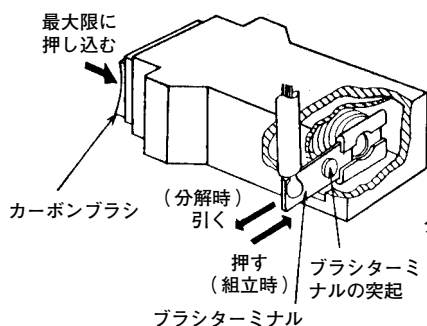
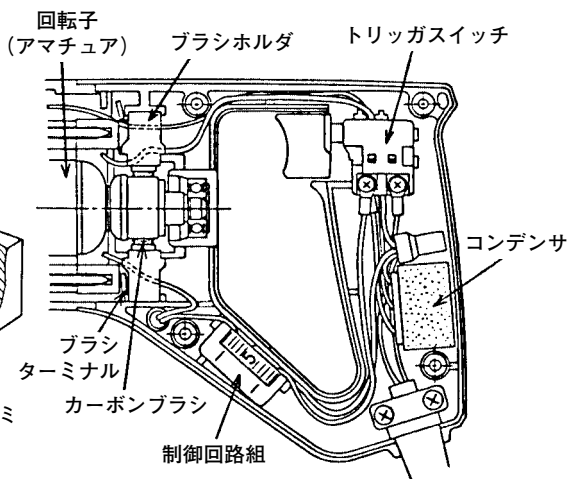

図 19
図 20
- (2) カーボンブラシを押さえながらブラシホルダをハウジングから抜き出します。このとき小さい⊖ドライバーなどでブラシホルダを持ち上げると抜き出しやすくなります。また、リード線を無理に引っ張ったり、傷をつけたりしないよう十分注意してください。
- (3) カーボンブラシをブラシホルダ内に最大限に押し込んだ状態でブラシターミナルをカーボンブラシから抜きます。(図19)
- (4) カーボンブラシをブラシホルダから取り出します。
- (1) カーボンブラシをブラシホルダの中に入れ、最大限に押し込んだ状態で図 19 のようにブラシターミナルを挿入します。
- (2) カーボンブラシを押さえながらブラシホルダをハウジングに挿入します。
- (3) 内部配線類が図 20 のように正規の位置にあること、また内部配線類が回転子（アマチュア）に接触しないことを十分確認してください。
- (4) 内部配線類がハウジングとの間にかみ込まれないよう十分注意してハンドルカバーをかぶせ、小ネジを締付けてください。